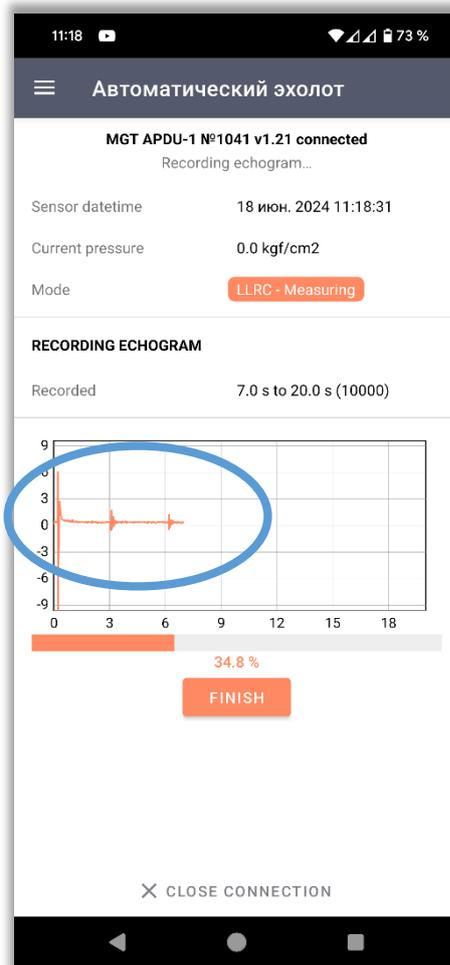

рис.5
- 13) При получении откликов с низкой амплитудой, при которых определяется неверное значение уровня жидкости в скважине, которое видно на графике, необходимо увеличить в настройках датчика чувствительность микрофона на большее значение и повторить запись эхограммы. (рис.5)